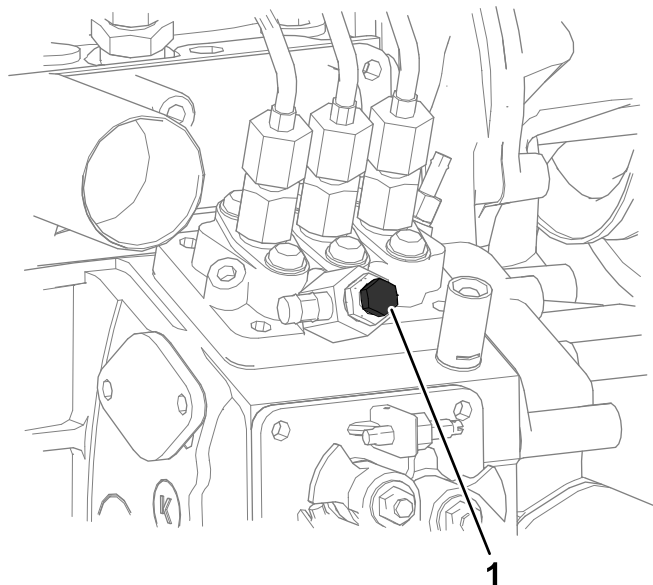

Figura 90
4. Abra el tornillo de purga de aire de la bomba de inyección de combustible (Figura 90).